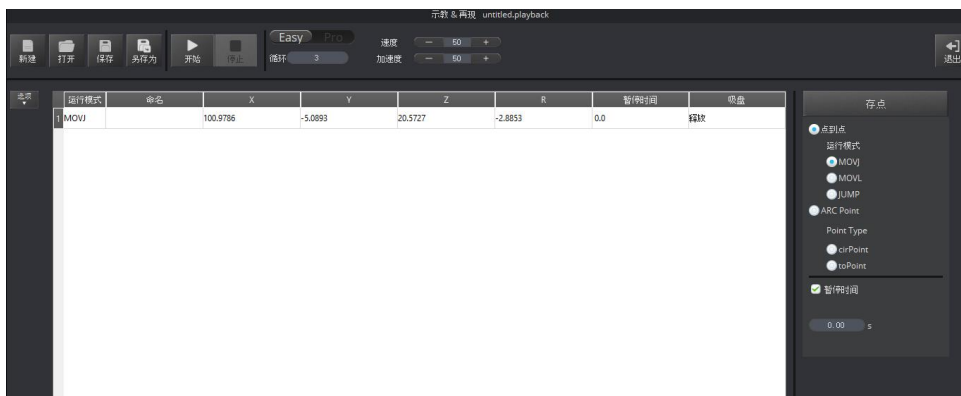

图 5.18 存起始点 A
4. 单击“存点”，保存A点对应的机械臂坐标信息。如图 5.18所示。